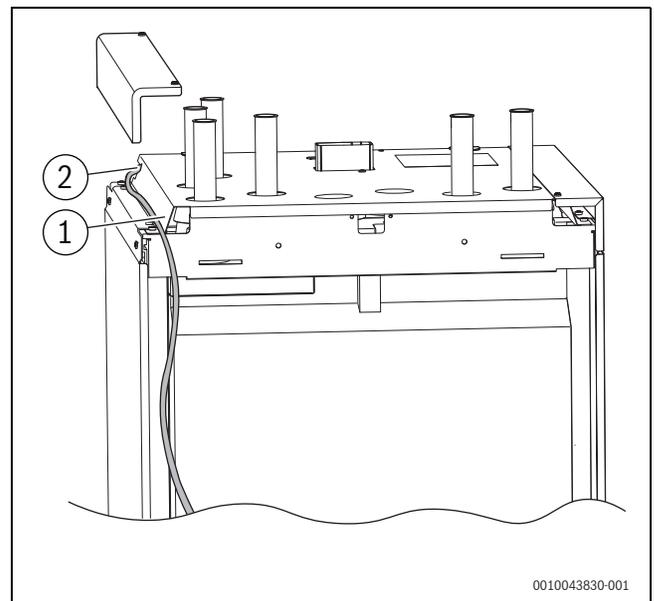

Fig. 27 Passacavo nell'apparecchio
- ▶ Fissare i cavi nei ferma cavi (→ Fig. 27, Pos. [1]) sul retro della scatola elettronica e condurli ai passacavi.